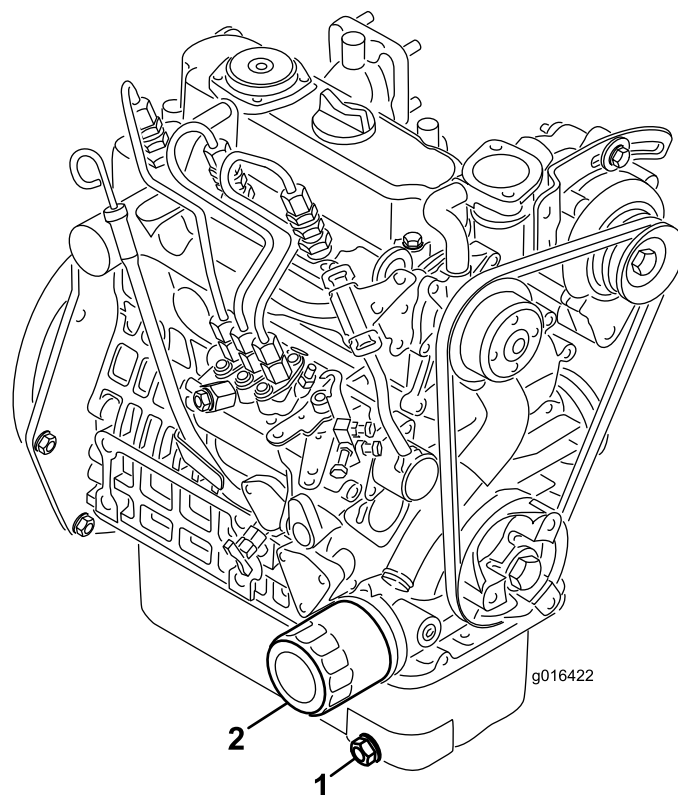

Рисунок 38
1. Снимите сливную пробку (Рисунок 38) и дайте маслу стечь в сливной поддон. Когда масло перестанет течь, поставьте сливную пробку на место.